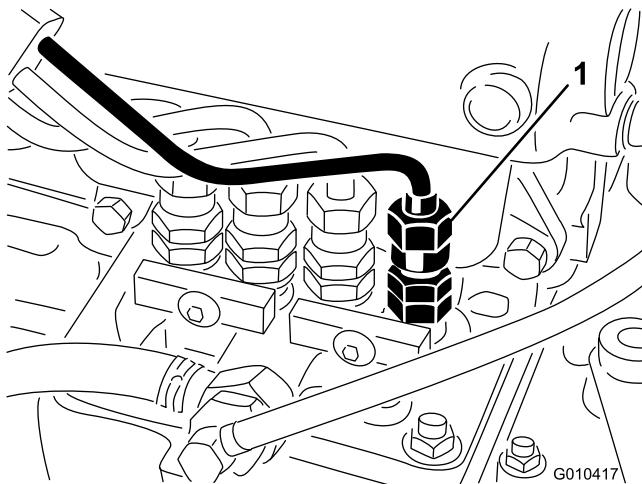

図 35
1. 燃料噴射ポンプの No.1インジェクタ・ノズル(図 35)へのパイプ接続部をゆるめる。